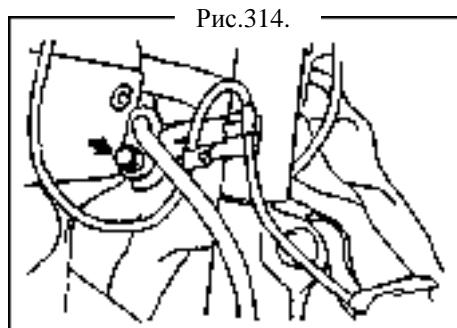

Рис.314.
- (а) Установите буфер датчика скорости болтами (рис.314).